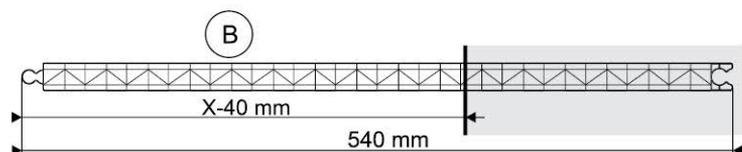

рис.12
Извлеките на время предпоследнюю панель (A) и вставьте обрезанную последнюю панель (B), продвинув её до упора в боковой профиль (рис.12).